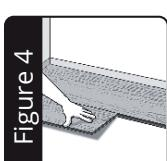

Figure 4
5. Starten Sie die zweite Reihe mit einem Paneele das Sie nach Belieben für das gewünschte Verlegungsmuster zurechtschneiden (gekürzte Paneele sollten nicht kürzer als 20 cm sein). Siehe Abbildung 4. Messen Sie die gewünschte Länge des Paneeles ab und mar-
5. Start the second row with a plank cut to desired length for desired staggered appearance (cut plank should be no less than 20 cm). See Figure 4. Measure the plank for desired length and mark with a pencil. Then score with a utility knife on top of the plank first (several passes) and then snap the plank. You will also need to back cut the under-pad on the bottom of the plank.